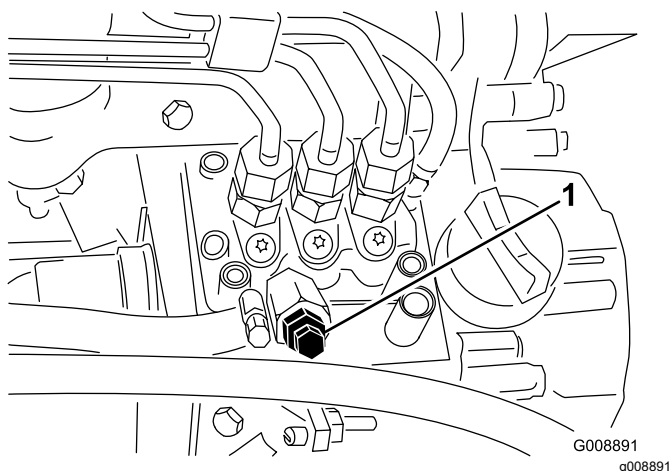

Figura 46
4. Aprite la vite di spurgo dell'aria, situata sulla pompa di iniezione del carburante (**Figura 46**).